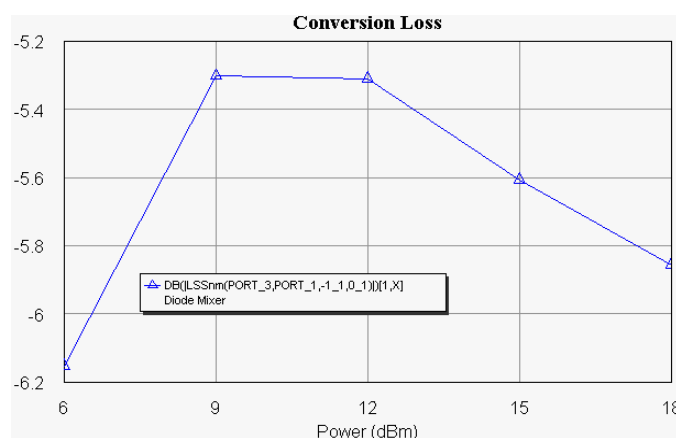

Рис. 4.43
4. Щёлкните левой кнопкой мышки по значку **Analyze** на панели инструментов. Рассчитанный график показан на рис. 4.43.